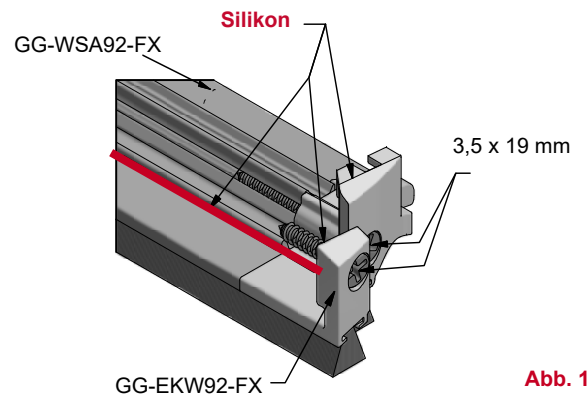

Abb. 13
1. Schrauben Sie die Endkappen mit 3,5 x 19 mm Edelstahlschrauben an den zugeschnittene Wetterschenkel. (Abb. 13)
2. Die Verbindung des Wetterschenkels mit den Endkappen über die gesamte Kontaktlänge mit Silikon abdichten. (Abb. 13)
3. Verschrauben Sie die EKW-Endkappe mit einer Edelstahlschraube 3,5 x 19 mm mit dem Wetterschenkel. (Abb. 13)